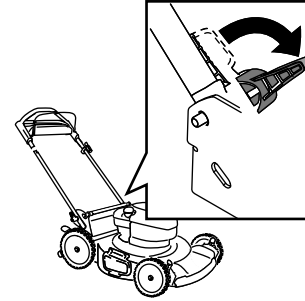

Figura 21
3. Abra las palancas de bloqueo del manillar (Figura 21).